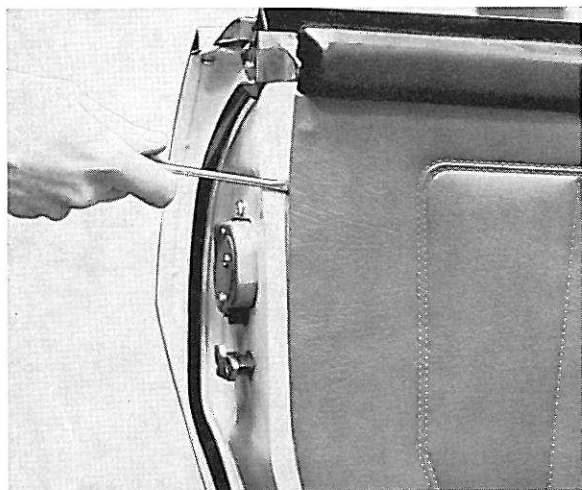

Figure 13. Dépose de la garniture de porte
3. Déposer la partie supérieure de la garniture en la délogant avec précaution avec un tournevis inséré entre la garniture et la porte (figure 13). La garniture une fois dégagée, on peut la retirer vers le haut.
3. Déposer la garniture supérieure de porte en se servant d'un tournevis inséré entre la garniture et la porte (figure 13). La garniture une fois décollée, on peut la déposer en la retirant vers le haut.